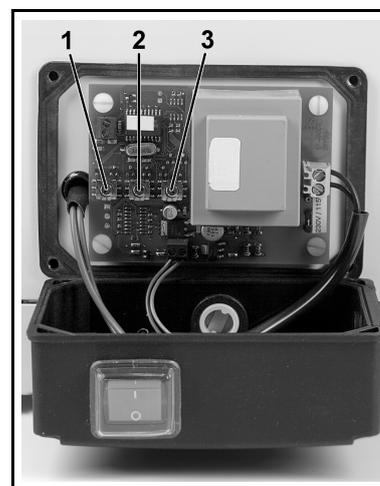

Fig. 4: : scatola di controllo del sistema di scarico condensa (aperta) con interruttori 1, 2, 3
3. Allentare il dado per raccordi dell'ingresso cavi sulla scatola di controllo, quindi allentare le quattro viti della scatola di controllo con un cacciavite a taglio, aprire il coperchio e posarlo da una parte (v. fig. 4).
4. Impostare i valori desiderati sugli interruttori **1, 2, 3** (v. fig. 4). Consultare la tabella 5 per una spiegazione degli interruttori e dei valori impostabili.